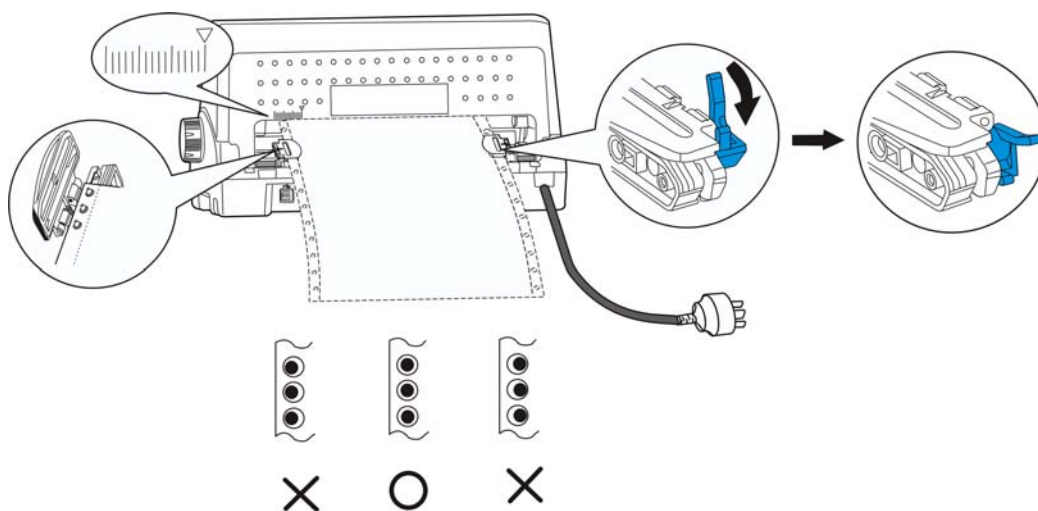

图 3-9 调整右边牵引器位置
5. 调整右边牵引器，确认纸张安装正确，保证连续纸链状孔要对应牵引器上的链状突出位（如图 3-9 所示）。